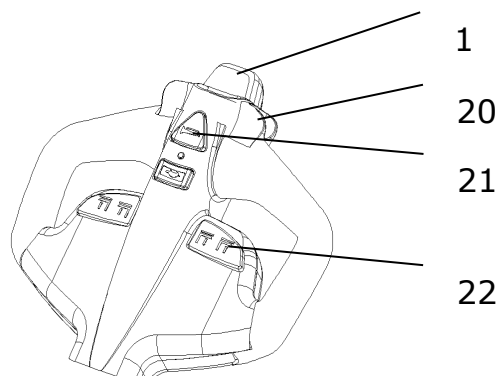

Рис.7: Ручка управления
Нажмите на кнопку (рис. 7, поз. 21) для проверки работы звукового предупреждающего сигнала.
Для осуществления подъема груза необходимо полностью подъехать под поддон с грузом, нажать и удерживать кнопку подъема (рис. 7, поз. 22), пока не будет достигнута нужная высота подъема.
Для опускания вилок нажмите и удерживайте кнопку снижения (рис. 7, поз. 22). Опускайте груз, пока вилы не освободятся от паллета, затем аккуратно переместите тележку от груза.
Контролируйте скорость передвижения с помощью маховиков (рис. 7, поз. 20) для достижения требуемой скорости.
- Переключение маховиков управления (рис. 7, поз. 20) обратно в начальное положение или освобождение маховиков активирует систему торможения. Тележка тормозит до полной остановки.
- При переключении маховиков управления (рис. 7, поз. 20) из положения «движение в одном направлении» в положение «движение в противоположном направлении», тележка постепенно тормозит, пока не начнет движение в противоположном направлении.